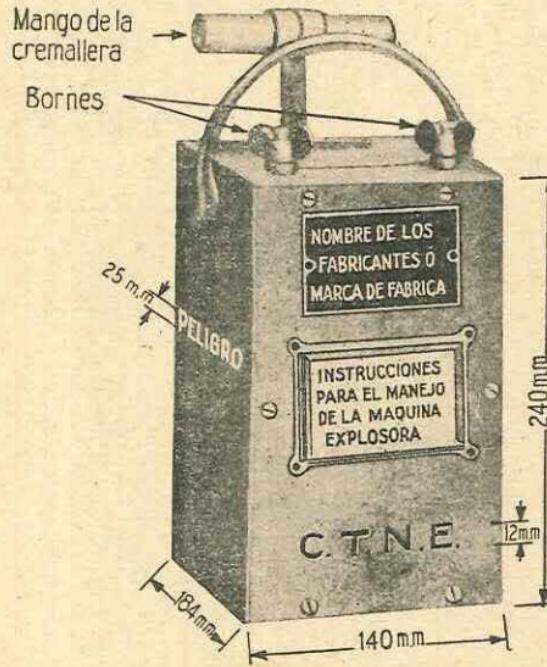

Fig. 1
9.—*Máquina explosora.* Solamente se empleará un tipo de máquina reglamentario (fig. 1). Esta será de las de tipo de cremallera que se baja por presión brusca sobre la empuñadura exterior en que termina. Al llegar a la parte más baja de su carrera oprime un resorte que tiene por objeto lanzar la corriente